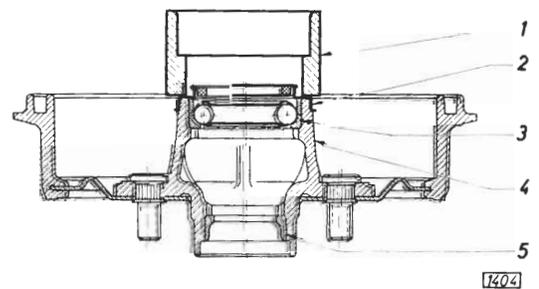

Bild 103 - Dichtring aufpressen
3. Dichtring (103/2), wie in Bild 103 gezeigt, mit dem Dichtring-Einpreßuntersatz SW-322 (103/1) auf Vorderradnabe aufpressen. Dichtfläche des Dichtringes leicht einfetten.